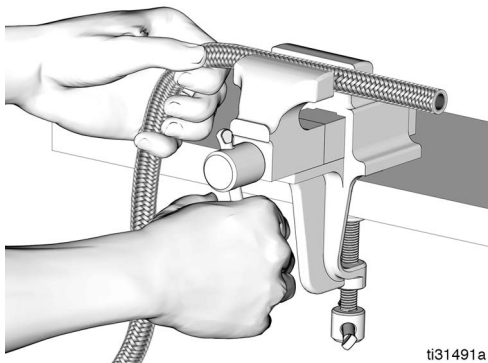

FIG. 60
1. Asegure el extremo de la manguera en un tornillo de banco (FIG. 60).